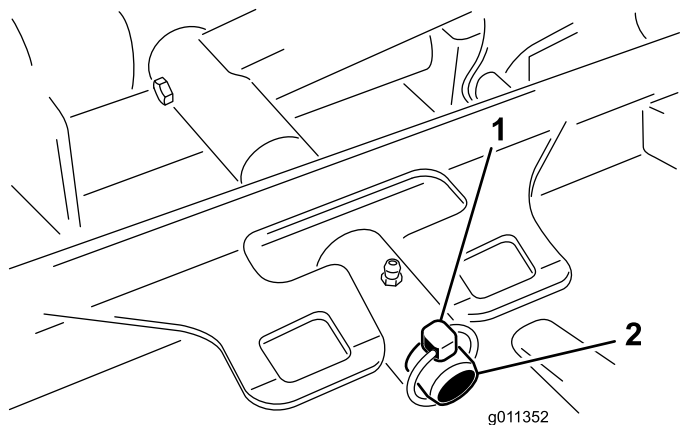

Рисунок 119
3. Снимите штифт с кольцом (на машинах Groundsmaster 4500) или крепежную гайку (на машинах Groundsmaster 4700), с помощью которых несущая рама режущего блока крепится к оси поворота подъемного рычага (Рисунок 119).
2. Наденьте несущую раму режущего блока на ось поворота подъемного рычага (Рисунок 119). Закрепите режущий блок на оси с помощью штифта с кольцом (на машинах Groundsmaster 4500) или крепежной гайки (на машинах Groundsmaster 4700).